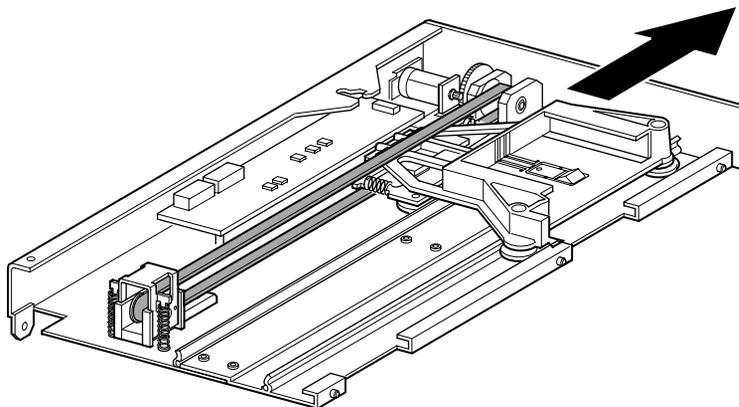

Figure 2-11. Emplacement du chariot d'élévation des supports
2. Faites glisser le chariot d'élévation des supports vers le haut de l'unité de base PTM (voir la Figure 2-11). Il convient de noter que le moteur d'entraînement est situé sur le haut de l'unité de base PTM.
4. Positionnez le chariot d'élévation des supports sur la trappe d'accès au système de blocage de la courroie (voir la Figure 2-11).